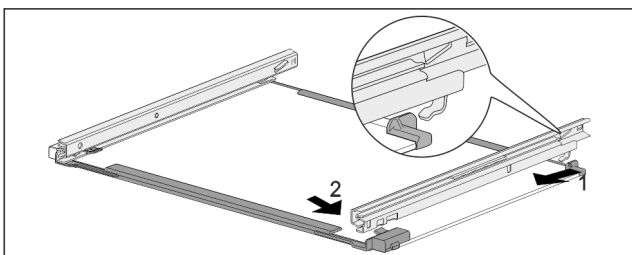

Fig. 178 Glasplatte mit Schienen
- ▶ Schiene hinten einhaken. Fig. 178 (1)
- ▶ Schiene vorne einrasten. Fig. 178 (2)